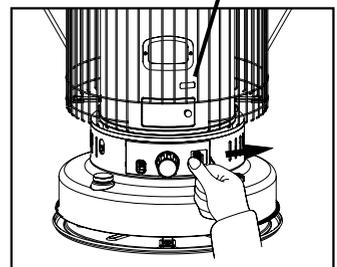

Fig.13
- Empuje la palanca de encendido hacia la derecha (Fig. 13) para que el encendedor incandescente entre en contacto con la mecha. Esto provocará que se genere la ignición.